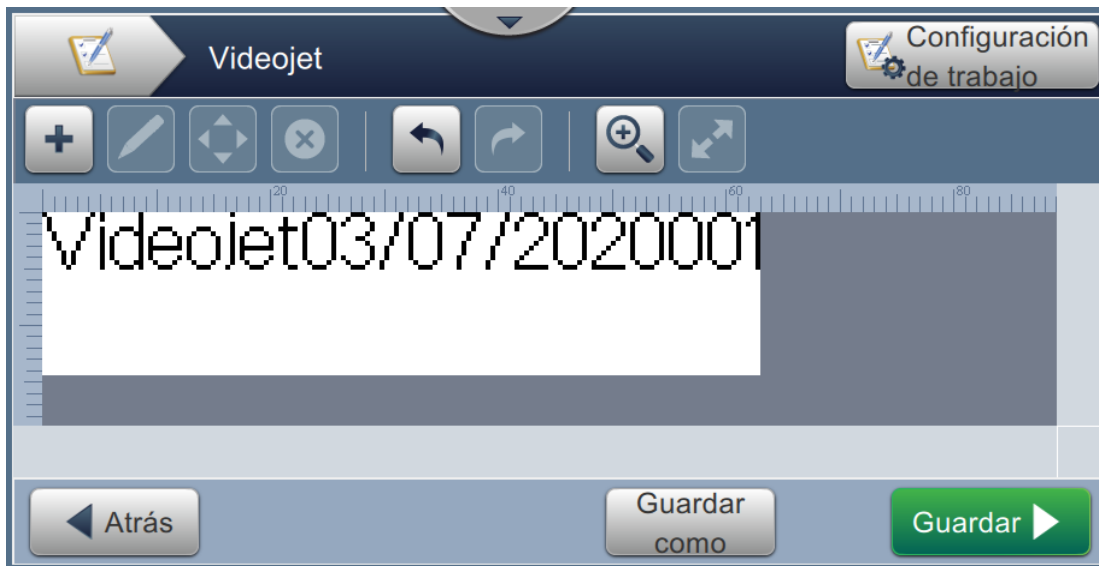

Figura 5-19: Mensaje de muestra
En la sección siguiente se guía al usuario para crear un trabajo, según se muestra en la Figura 5-19, que consta de los siguientes campos:
10. Seleccione el campo y arrastre o utilice el botón  para llevar el campo hasta su ubicación, como se muestra en la Figura 5-19 en la página 5-39.
22. Seleccione el campo y arrastre o utilice el botón  para llevar el campo hasta su ubicación, como se muestra en la Figura 5-19 en la página 5-39.
30. Seleccione el campo y arrastre o utilice el botón  para llevar el campo hasta su ubicación, como se muestra en la Figura 5-19 en la página 5-39.